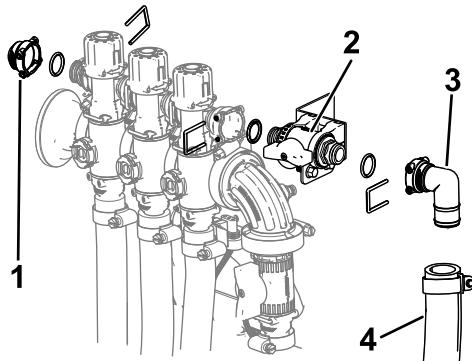

Figura 21
6. Sujete el conjunto de la válvula de control a la válvula del brazo con la junta tórica y la horquilla de retención que retiró anteriormente (Figura 21).
7. Instale la tapa (½"), las juntas tóricas, el acoplamiento y la manguera en la válvula de control usando las horquillas de retención que se retiraron anteriormente, como se muestra en la Figura 21.